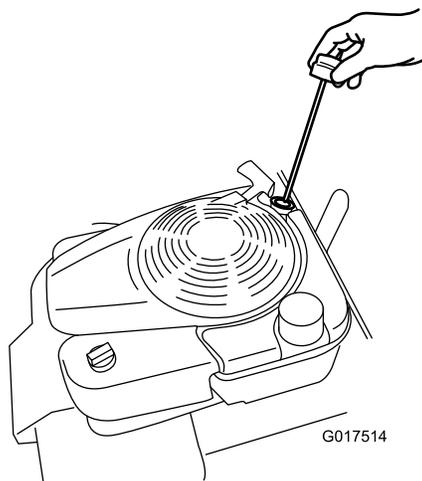

Рисунок 12
2. Извлеките масломерный щуп (Рисунок 12).